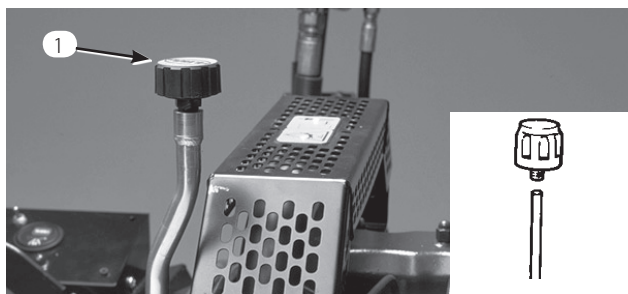

図 44
2. ブリーザの周囲をきれいに拭き、レンチを使って取り外す (図44)。新しいブリーザを取り付ける。